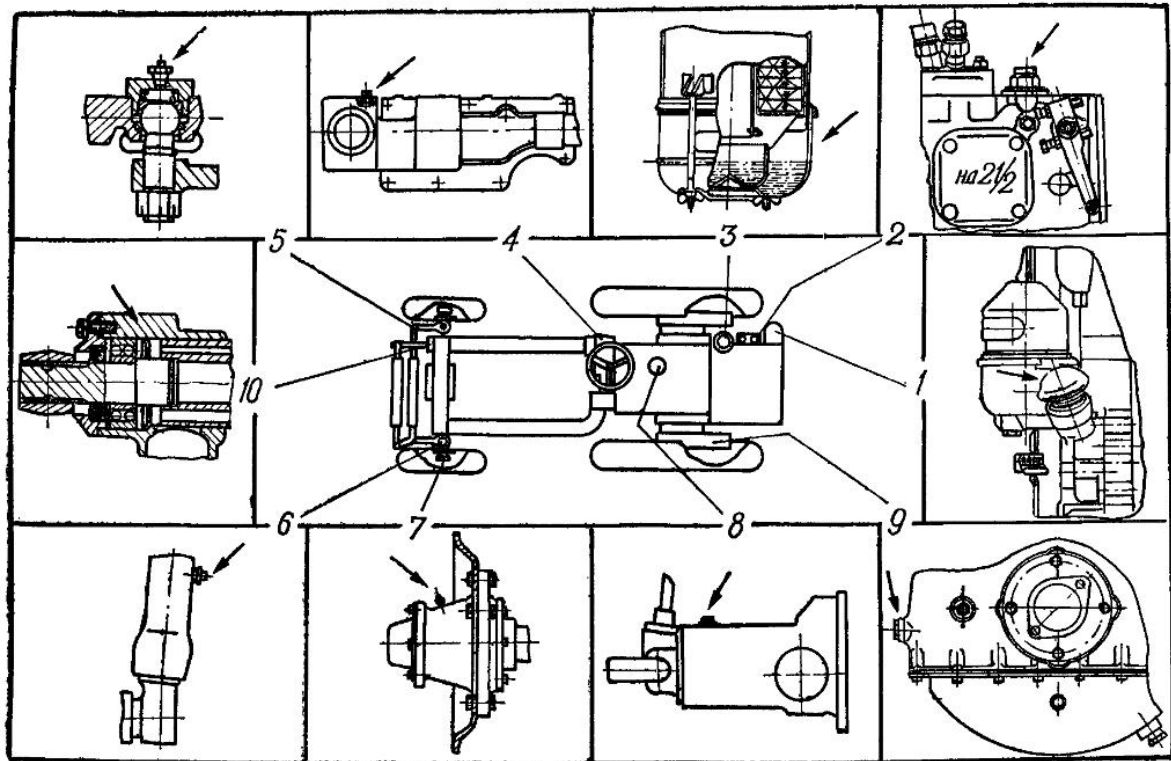

Рис. 70. Схема смазки шасси.
3. Применять смазочные материалы только соответствующего сорта в местах и в сроки, предусмотренные таблицей 12 и схемой смазки (рис. 70).
7. Промывать узлы шасси при смене жидкой смазки свежим или отстоявшимся и профильтрованным дизельным топливом. Не разливать смазочные материалы во избежание попадания их на шины колес. При обслуживании шасси удалять с деталей попавшие на них масло и консистентную смазку. Схема смазки показана на рис. 70.